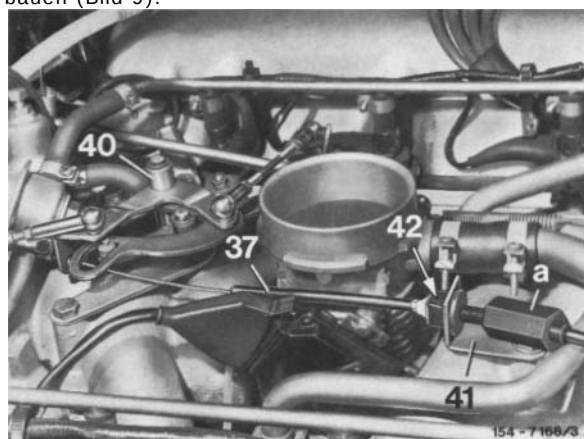

Bild 9
16 Kann der Seilzug (37) nicht am Regulierhebel (40) montiert werden, neuen Regulierhebel (40) einbauen (Bild 9).
17 Bei Fahrzeugen mit elektronischer Benzin-Einspritzung Halter (41) am Saugrohrerteil mit der vorhandenen Schraube montieren (Bild 9 und 10).
18 Seilzug (37) nach Bild 9 bis 13 verlegen und mit den Teilen (44, 45, 51 und 52) befestigen.
19 Seilzug (37) nach Bild 9, 10 oder 13 an der Regulierung einhängen und mit der Klammer(42) sichern.